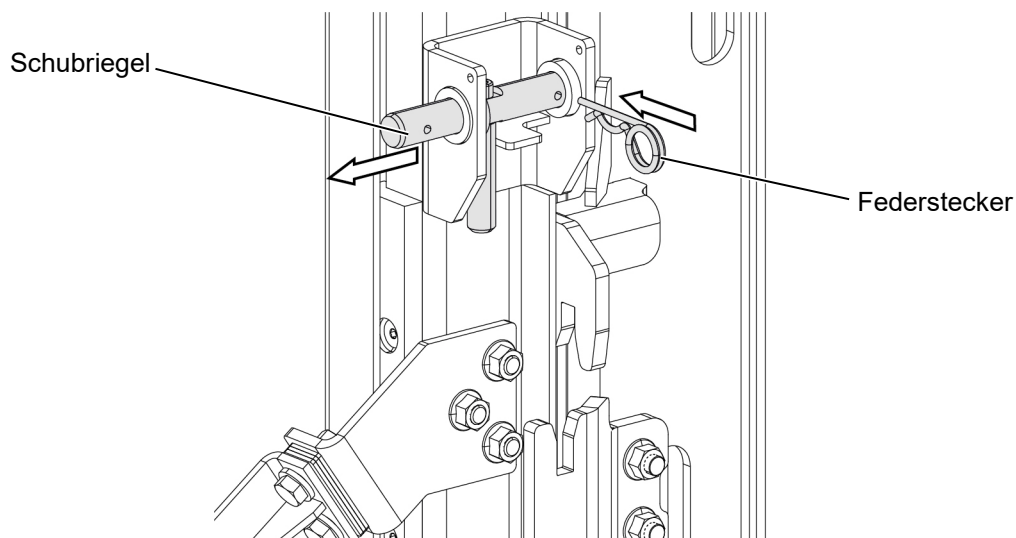

Abbildung 23: Schubriegel (1)
- ▶ Stellen Sie beide Schubriegel an den Läufern des Innenliftes in Richtung Fahrzeuginneres (siehe Abbildung 23).